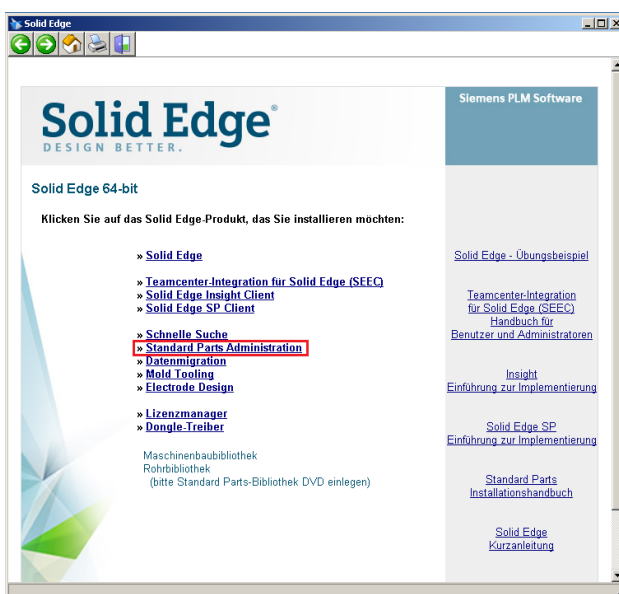
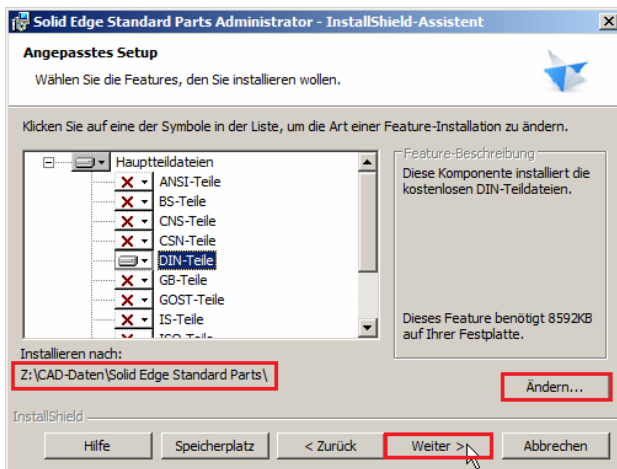
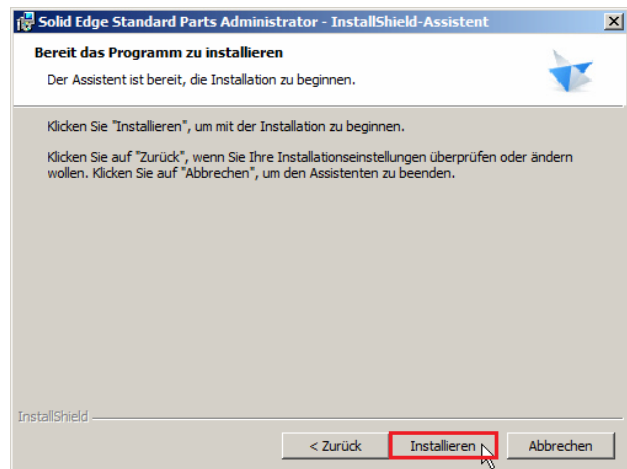
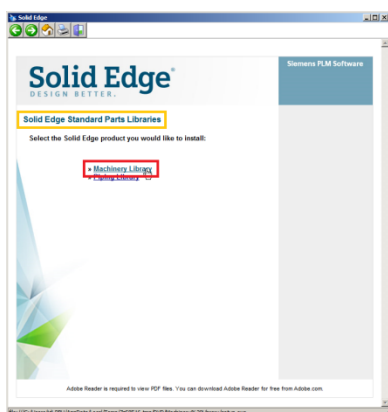

Abbildung 1
Abbildung 9
Abbildung 10
Abbildung 13
- 3.1. Starten Sie die Installation der *Standard Parts Administration* über das Autostart-Menü der Solid Edge Produkt DVD oder der Installationsdatei (z. B. *Solid\_Edge\_DVD\_GERMAN\_ST9.exe*) (Abb. 1).
- 3.6. Rufen Sie bei Bedarf mit einem Klick auf *Ändern* den Dialog auf, um den Installationsordner für die Standard Parts einzustellen (Abb. 9). Im Allgemeinen dort, wo auch Ihre anderen CAD-Dateien abgelegt sind. Die CAD-Daten auf dem Server und die Standard Parts lokal abzulegen ist im Normalfall nicht zu empfehlen. Ein Klick auf *Weiter* und im nächsten Fenster auf *Installieren* (Abb. 10), startet die Installation der Hauptteile und stellt eine korrekt eingestellte Verbindung zur SQL-Datenbank her (Abb. 11). Mit einem Klick auf *Fertigstellen* (Abb. 12) beenden Sie die Installation und können nun auch das Installationsmenü (Abb. 1) beenden.
- 4.1. Starten Sie die Installation der Machinery Library über das Autostart-Menü der Solid Edge Standard Parts Libraries DVD oder Installationsdatei (z. B. *SE\_Standard\_Parts\_ST9.exe*) (Abb. 13).
- 4.5. Nun startet die eigentliche Installation der Normteile wie unter *Punkt 3.6.* (Abb. 10,11,12) Nach Beenden der Installation schließen Sie das Autostart-Menü (Abb. 13).